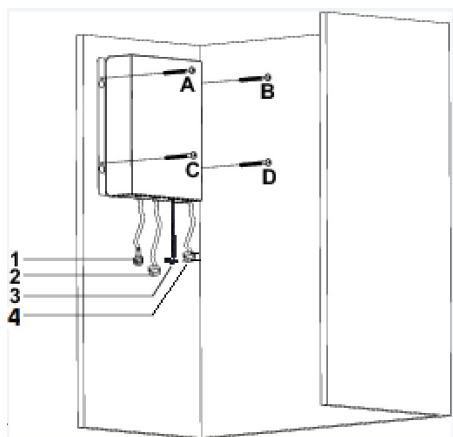

Fig. 15
2. → Elektronikboksen kan monteres inde i skabet ved brug af de 4 skruer 3,5 x 16 mm på punkterne A, B, C & D (Fig. 15).